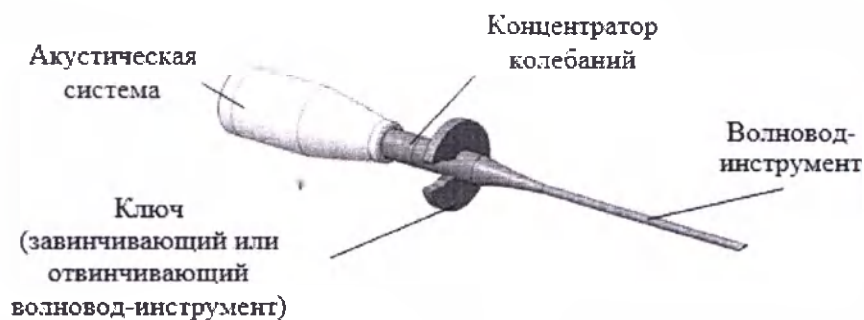

Рис. 3. Схема подсоединения волновода-инструмента к акустической системе
6) Необходимый волновод-инструмент подсоединяют с помощью ключа к акустической системе (согласно рис. 3).
2. Подсоединяют волновод-инструмент к акустическим системам (согласно рис. 3);